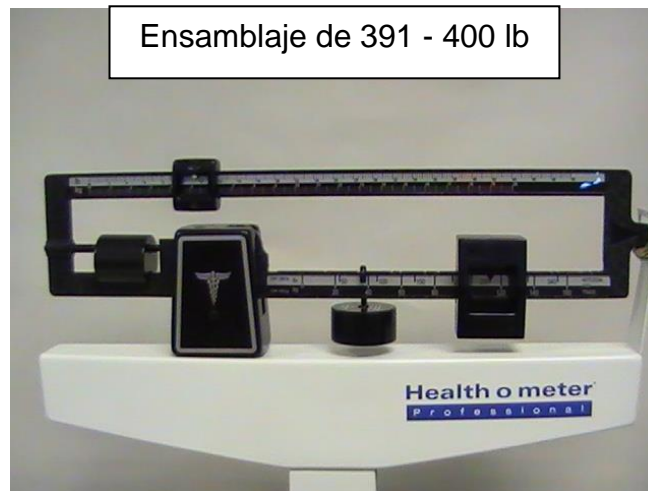

Figura 16
1. Cuando un paciente pese entre 391 - 400 lb, coloque el peso inferior en 250 lb. (Ver Figura 16 en la página 19)